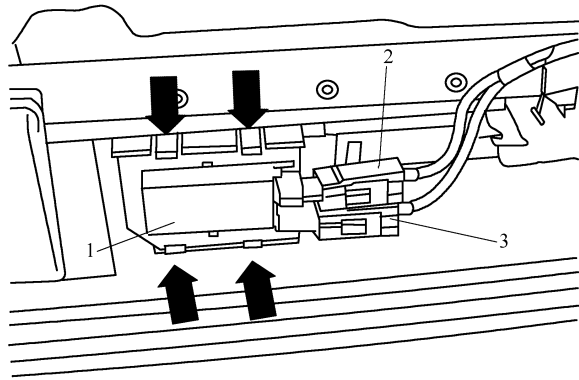

图 10-3-14 拆下天线
2) 拆下后部的车顶密封条，如图 10-3-14 所示，脱开插接器 2 和 3，松脱固定扣(箭头所示)，取下天线 1。